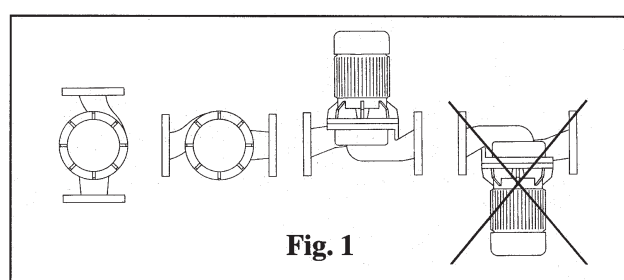

Fig. 1
- 1) Pompa może być montowana z wałem poziomym lub pionowym, jak pokazano na Fig. 1. Strzałka na korpusie wskazuje kierunek przepływu.